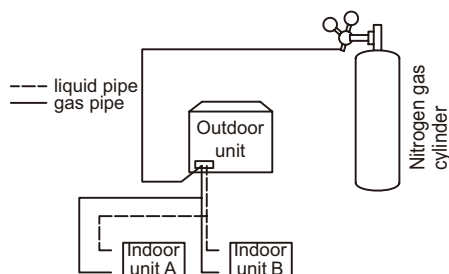

Fig.5.34
4. Utilizar buíões roscados para bloquear todas as aberturas laterais de líquido (gás), exceto a abertura na unidade interior que está mais afastada das unidades de exterior ("Unidade interior A" na Fig. 5.34).